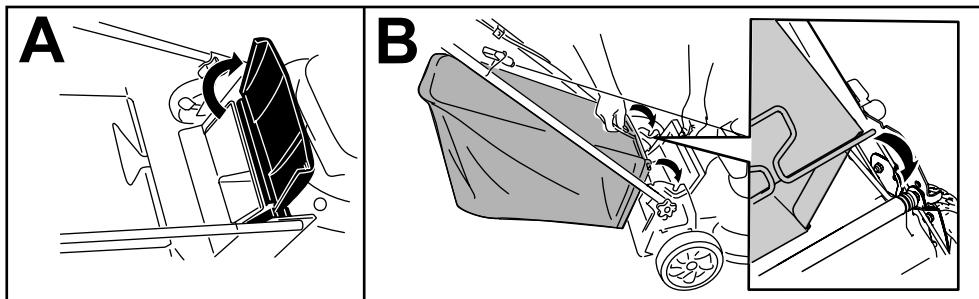

Figura 22
1. Levante y sujeté el deflector trasero (Figura 22, A).
2. Instale la bolsa de recogida, asegurándose de que los pasadores de la bolsa descansan en las muescas del manillar (Figura 22, B).